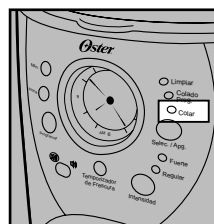

Figura 6
1. Assim que tiver completado todos os passos descritos na seção **Como Adicionar Água e o Café Moído** (p. 6) e já com a garrafa térmica e o suporte do filtro em seus lugares, ligue a cafeteira pressionando o botão SELEC./APG. uma vez. A luz verde de coando café na hora COLAR indicará que a cafeteira está ligada e coando café (Figura 6).